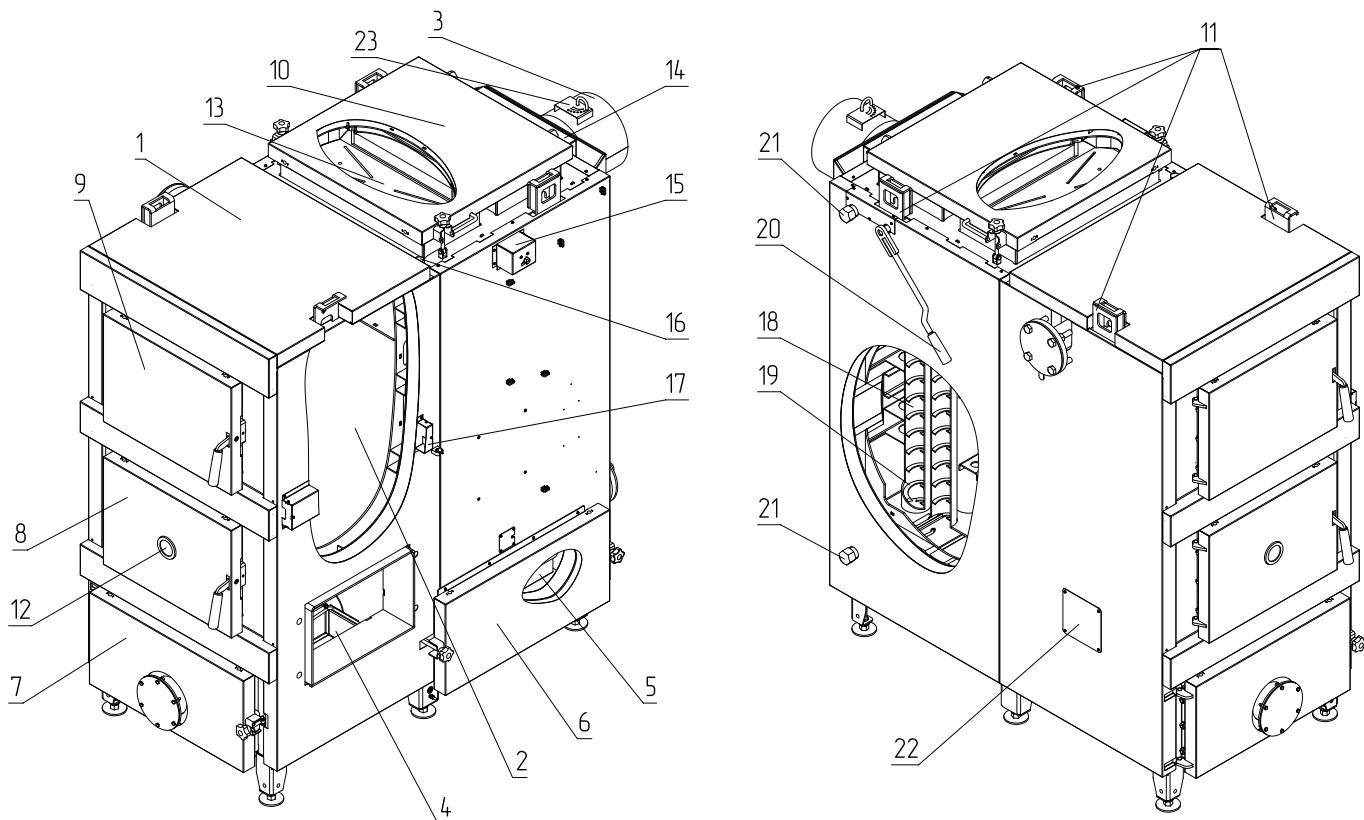

Рис.2 Конструкция теплообменника котла ZOTA Maxima
- Открыть дверцу топки (**Рис.2, поз.8**) и достать патрубок дымохода, совок, скребок и кочергу;